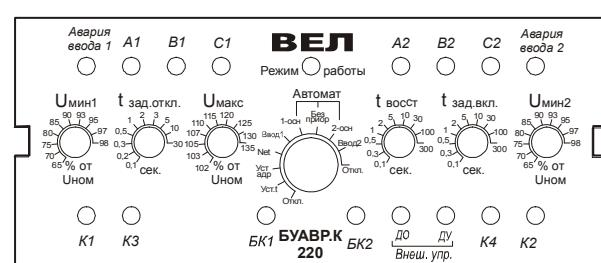

Рис. 2 Расположение органов управления и индикации БУАВР.К
- 4.5. Расположение органов управления и индикации БУАВР приведено на рис. 2.
- 4.6. Переключение режимов работы производится с помощью 10-позиционного переключателя, находящегося на передней панели, рис.2. Для удобства контроля режимов работы БУАВР при запуске и эксплуатации, предусмотрена светодиодная индикация режимов работы с помощью многоцветного светодиода «Режим работы», рис.2. Описание режимов работы БУАВР и соответствие индикации приведены в таблице 1.
О наличии аварии (замыкании входа «БК1» («БК2») на контакт «Общий») сигнализирует зажигание индикатора «БК1» («БК2» соответственно), рис.2. Повторное включение «аварийного» ввода возможно только после снятия блокировки (размыкания контактов максимальной токовой защиты).
4.13.3. Дискретный вход «ДО» работает только в режиме «Дистанционное управление» и используется для дистанционного отключения вводов 1 и 2. При замыкании входа на контакт «Общий», реле К1 и К2 отключаются, а реле К3 и К4 включаются. О состоянии входа «ДО» сигнализирует индикатор «ДО», рис.2.
- при замыкании входа на контакт «Общий», ввод 1 отключается, реле К1 отключается (реле К3 включается) и с задержкой включения $t_{\text{зад.вкл.}}$ подключается ввод2, включается реле К2 (отключается реле К4). О состоянии входа «Ввод 1/2» сигнализирует индикаторы «К1» и «К2», рис.2;